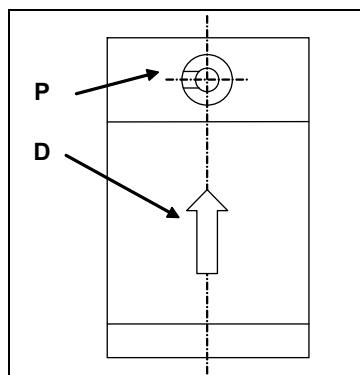

Abb. 7 Position Durchfluss-
4. Durchflussmessgerät aufstellen siehe Abb. 7, Seite 30.
5. Indexierhülse **626.5** einpressen, dabei unbedingt die richtige Position beachten, siehe Abb. 7, Seite 30. Die korrekte Position der Nut ist 90° nach links zur Durchflussrichtung verdreht, max. Winkelfehler +/- 10°.